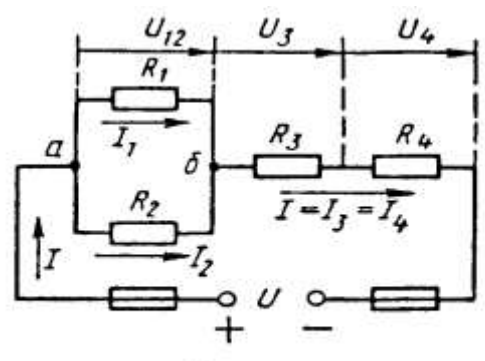

Рис. 1
Условие задачи. Цепь постоянного тока со смешанным соединением состоит из четырех резистором. Заданы схема цепи (рис. 1), значения сопротивлений резисторов:
2) обозначим токи I_1, I_2, I_3, I_4 на (рис. 1) стрелками и определим их значения из формулы мощности:
Формулировка закона: алгебраическая сумма токов в узловой точке равна нулю. Математическая запись для узла б схемы цепи рисунок 1:
<p>алгебраической сумме падений напряжений $\sum I \cdot R$ на отдельных сопротивлениях этого контура.</p> <p>В замкнутом контуре (рис. 1) приложенное напряжение U (аналогично ЭДС при внутреннем сопротивлении источника тока, равном нулю) и падения напряжения</p> $U_{12} = I \cdot R_1; U_3 = I \cdot R_3 \text{ и } U_4 = I \cdot R_4$ <p>Обходя контур по направлению тока (в данном случае по часовой стрелке), составим уравнение по второму закону Кирхгофа:</p> $U = U_{12} + U_3 + U_4$ <p>Подсчет баланса мощности. Общая мощность цепи равна сумме мощностей на отдельных резисторах.</p> <p>Для схемы цепи (рис. 1) $P = P_1 + P_2 + P_3 + P_4$: так как $P = I^2 \cdot R$ или $P = U^2/R$, то $P = I^2 R_1 + I^2 R_2 + I^2 R_3 + I^2 R_4$ или</p> $P = U^2_{12}/R_1 + U^2_{12}/R_2 + U^2_3/R_3 + U^2_4/R_4.$ <p>Если проверку решения проводить путем сравнения результатов решения другими способами, то в данном случае вместо определения тока из формулы $P = I^2 \cdot R_{\text{эк}}$ можно было найти напряжение</p> $U = \sqrt{P R_{\text{эк}}} \text{ из } P = U^2/R_{\text{эк}},$ <p>а затем $I = U/R_{\text{эк}}$ по формуле закона Ома.</p> <p>Критерии оценки: - точность расчетов; объем выполненных заданий, оформление.</p>